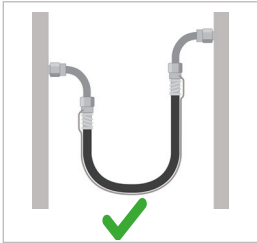
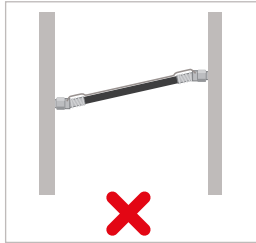

Figure 12
Figure 13
- ▶ Laissez suffisamment de jeu lors de l'installation du flexible de pression, car il peut se raccourcir jusqu'à 4 % lors de la mise sous pression (Figure 12 et Figure 13).